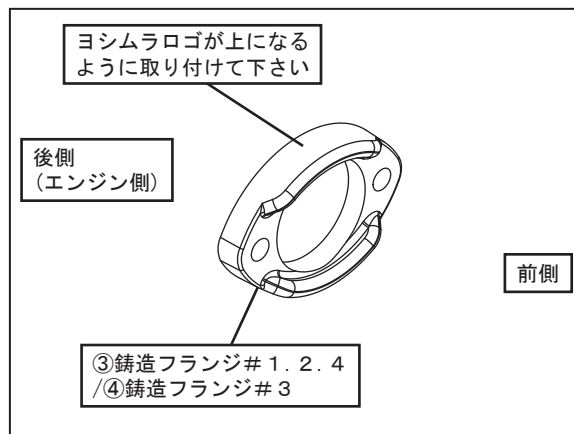

FIG. 5
7. 塗装面を傷つけないように①マフラーASSYのエキゾーストパイプをテープ等で保護してから③④铸造フランジを①マフラーASSYの各エキゾーストパイプに通して下さい。
次に、②口金#139を各エキゾーストパイプの先端に二個ずつ取り付け、外れないようにテープで固定して下さい。(FIG. 5~7参照)